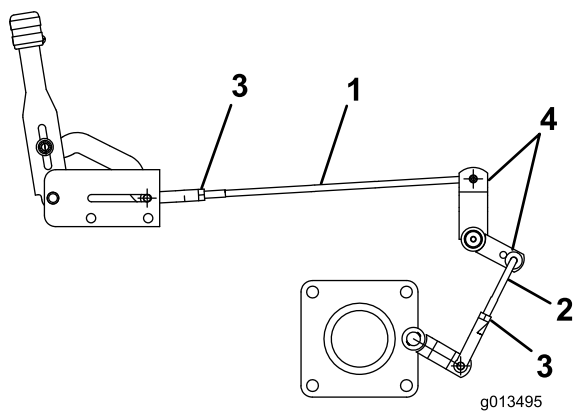

Figura 26
2. Afloje la contratuerca del émbolo del actuador (Figura 26). Retire el pasador de seguridad que retiene el émbolo del actuador. Aumente o reduzca la longitud del émbolo del actuador girando la varilla. Instale el émbolo del actuador con un pasador de seguridad nuevo y apriete la contratuerca.